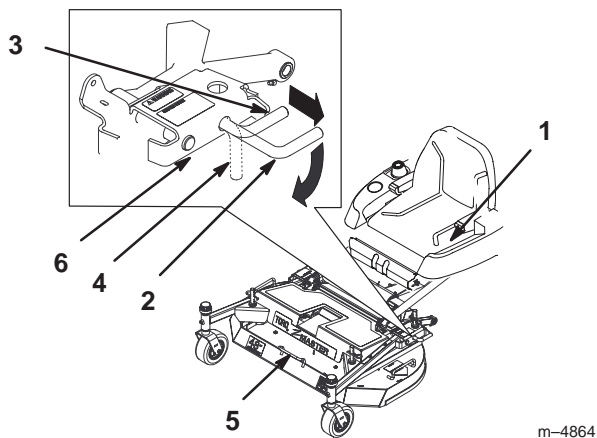

Figure 17
3. Sortez la goupille de verrouillage et tournez-la dans la fente pour la maintenir en position de déblocage (Fig. 17). Répétez la procédure de l'autre côté.
1. Sortez les goupilles de verrouillage et tournez-les dans la fente pour les maintenir en position déverrouillée (Fig. 17).
3. Tournez les goupilles en position de déblocage, puis soulevez le côté du bâti porteur près de la goupille jusqu'à ce que cette dernière s'engage en position (Fig. 17). Répétez la procédure de l'autre côté.